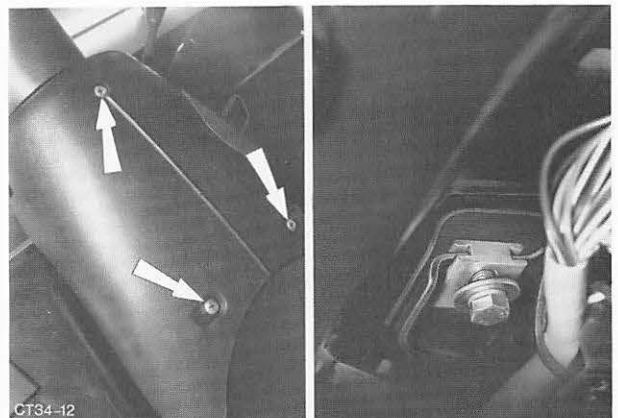

Abb. 17 Lenksäulenverkleidung abbauen und Lenksäule lösen.
4. Oberteil der Lenksäulenverkleidung abziehen (gesteckt), Unterteil abschrauben (3 Schrauben). Schrauben – Lenksäule an Instrumententafel – lösen und Lenksäule etwas absenken. Abb. 17.